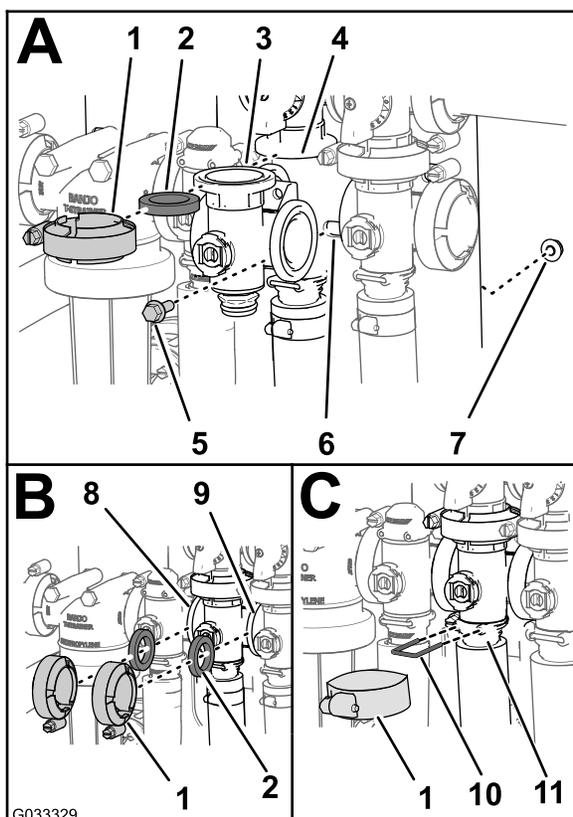

Рисунок 81
1. Совместите фланец коллектора клапана перемешивания, 1 прокладку и фланец перепускного клапана перемешивания (Рисунок 81А).
2. Смонтируйте перепускной клапан перемешивания, прокладку и коллектор клапана перемешивания с помощью хомута, затянув его от руки (Рисунок 81А).
3. Установите прокладку между фланцами клапана управления нормой внесения и коллектором клапана перемешивания (Рисунок 81В).
4. Смонтируйте прокладку и коллектор клапана перемешивания с помощью хомута, затянув его от руки (Рисунок 81В).
5. Установите прокладку между фланцами коллектора клапана перемешивания и главного клапана секций (Рисунок 81В).
6. Смонтируйте коллектор клапана перемешивания, прокладку и главный клапан секций с помощью хомута, затянув его от руки (Рисунок 81В).
7. Смонтируйте коллектор клапана перемешивания и гнездо с помощью хомута, затянув его от руки (Рисунок 81С).
8. Прикрепите штуцер торцевой крышки к выпускному штуцеру, вставив держатель в гнездо выпускного штуцера (Рисунок 81С).